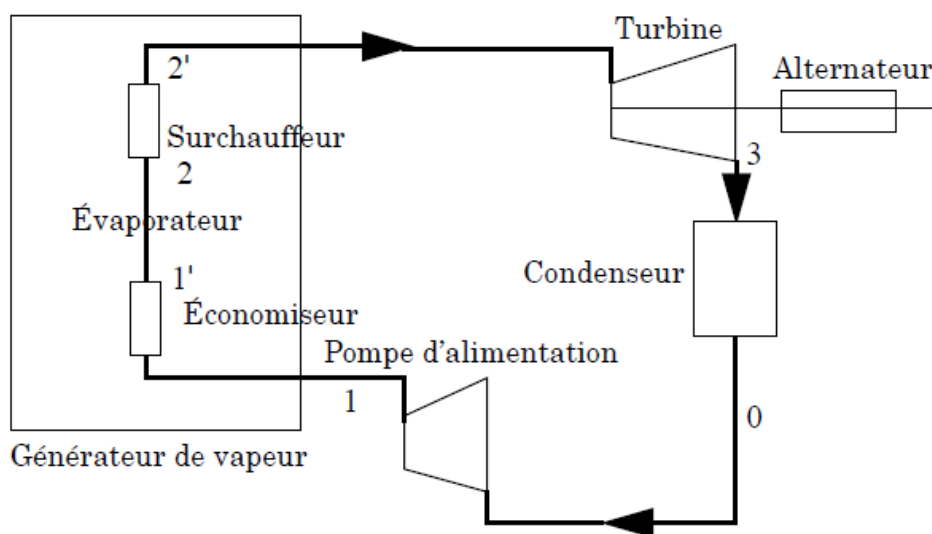

FIGURE 2 – Cycle de Hirn
- Q15 1. Représenter l'allure du cycle de Hirn (figure 2 ci-dessus) décrit par le fluide dans le diagramme (p, v). On supposera que l'eau à la sortie de la turbine est sur le palier d'équilibre liquide-vapeur à T_1 .